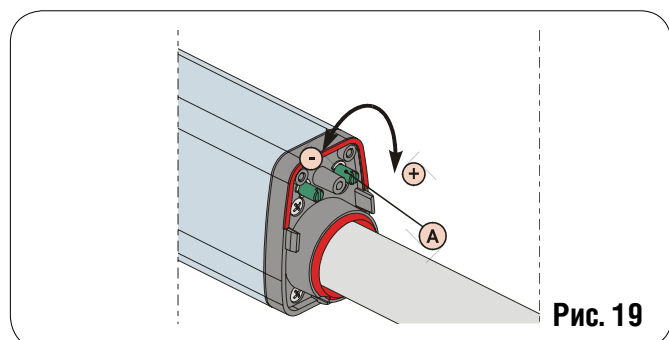

Рис. 19
- 2) Для регулировки концевого выключателя, работающего на закрытие – FCC, поверните регулировочный винт по часовой стрелке, Рис.19А, при необходимости увеличения хода штанги, и против часовой стрелки – для его уменьшения.